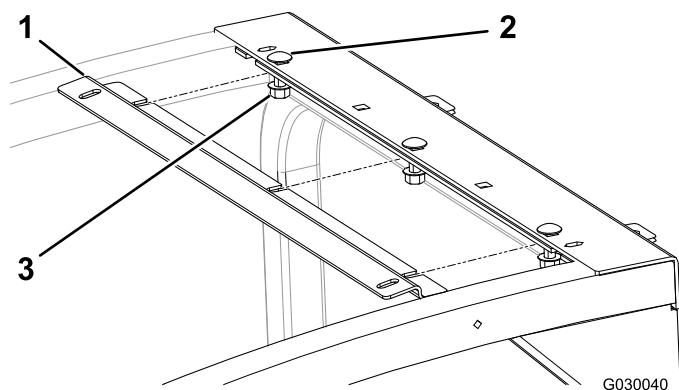

Figura 1
3. Afloje las 3 tuercas con arandela prensada existentes que están sujetas a los 3 pernos de cuello cuadrado del bastidor del toldo (Figura 1).